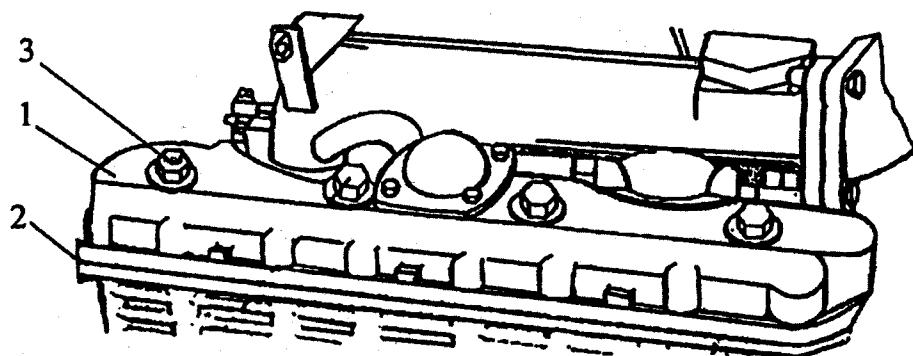

Рис. 1. Снятие колпака крышки головки цилиндров
5. Снять колпак 1 крышки и прокладку 2 (рис.1).